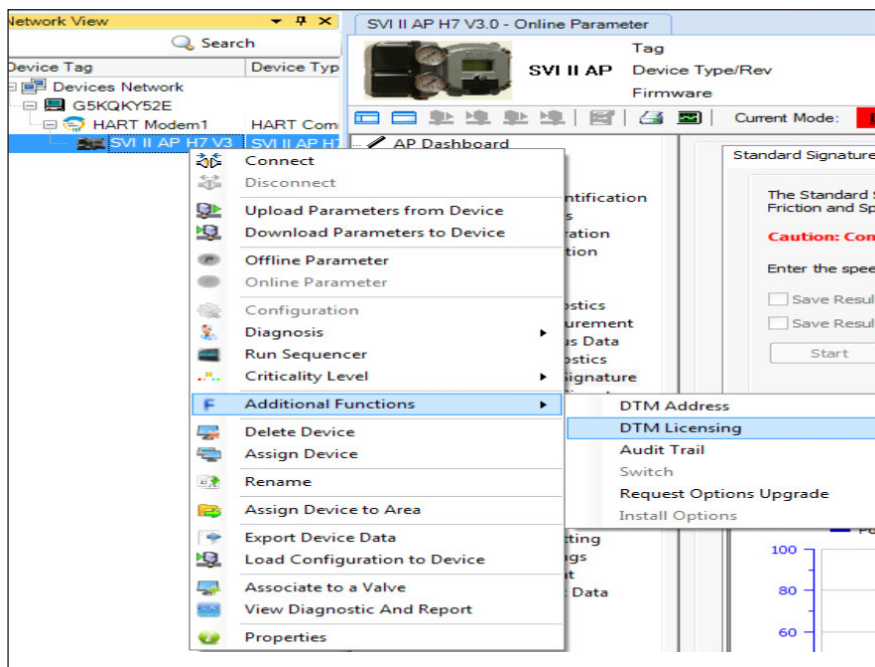
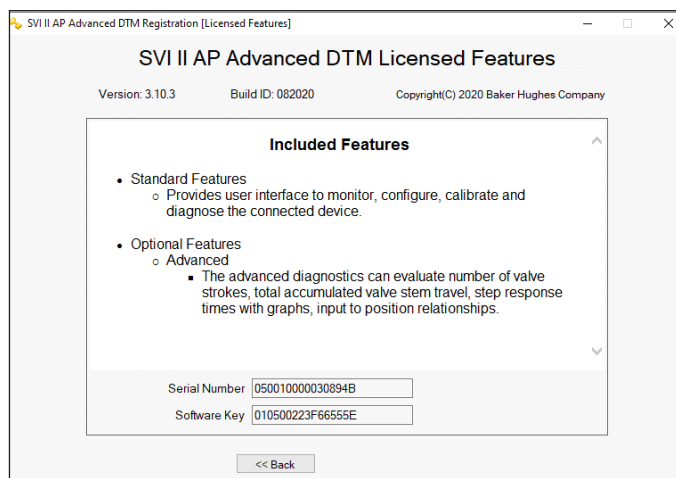

Рисунок 93 - Выбор регистрации
Рисунок 94 - В таблице 5 лицензированных функций перечислены доступные варианты диагностики.
- Щелкните правой кнопкой мыши на позиционере в области топологии и выберите **Дополнительно Функции-> Лицензирование DTM** (Рисунок 93) и Рисунок 94 отображаются с *расширенным* списком, если применимо.